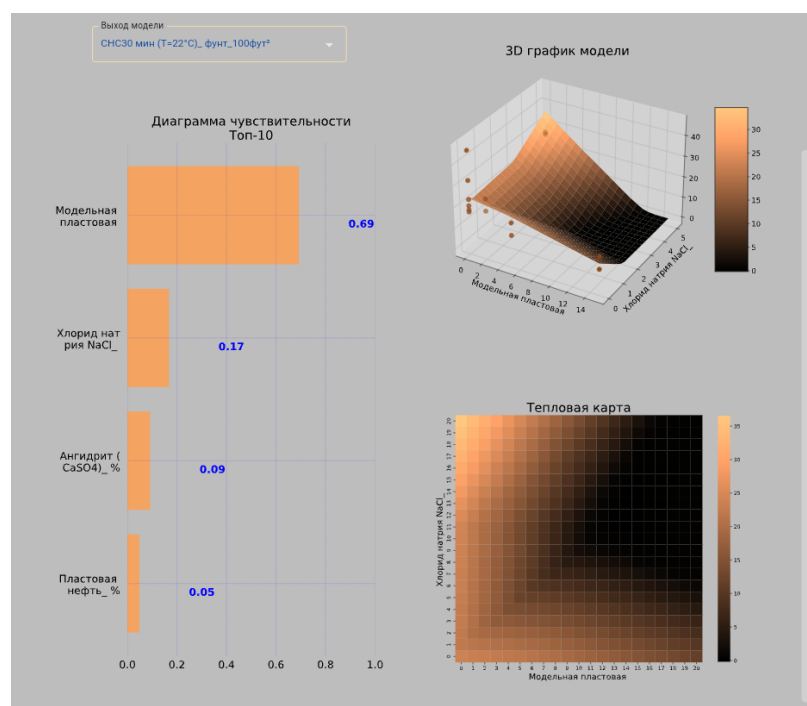

Рисунок 7 – Визуализации по результатам моделирования
- 3) Визуализация диаграммы чувствительности для ТОП-10 входных факторов, 3D-графика модели и тепловой карты при выборе выхода в выпадающем списке (рисунок 7).